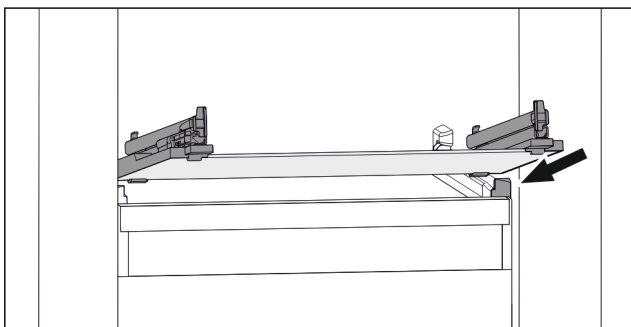

Fig. 72 Приблизне відображення скляної пластини
- ▶ Встановити скляну пластину за стопорами навкосої. (див. Fig. 72)